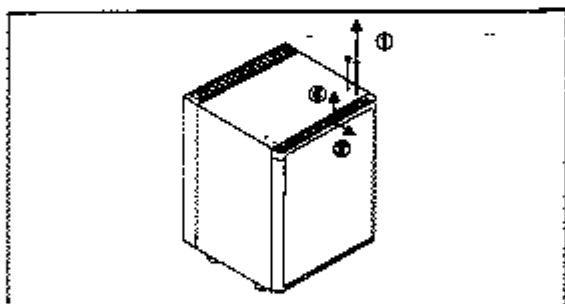

Figure 10.
- enlevez la charnière inférieure et retirez la porte ②
- enlevez les deux vis supérieures gauches et retirez la plaque de recouvrement en exerçant une traction vers l'avant ③
11. Remplacement du panneau de porte décoratif (fig. 10 à 12)